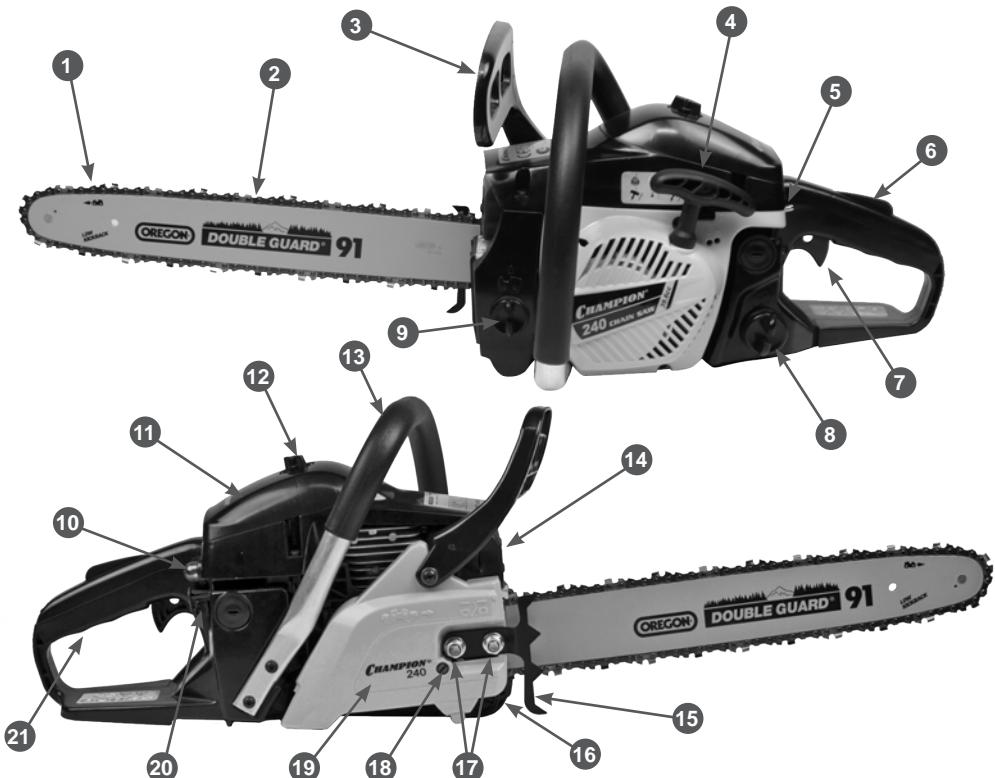

Рис. 1 Основные узлы и органы управления
Основные узлы и органы управления представлены на Рис.1.
- Открутите гайки крепления 17 и снимите крышку шины 19 (Рис. 1).
5. Вращая шестерню натяжителя цепи 18 (Рис. 1) против часовой стрелки, установите палец натяжителя в крайнее левое положение. Установите на место крышку шины.